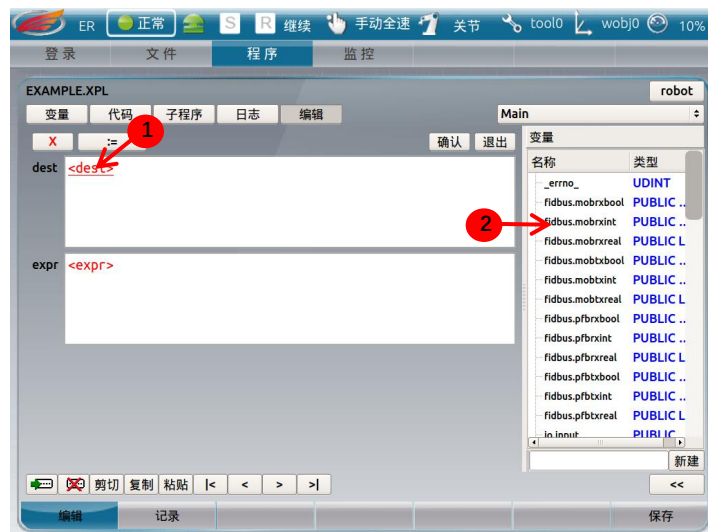
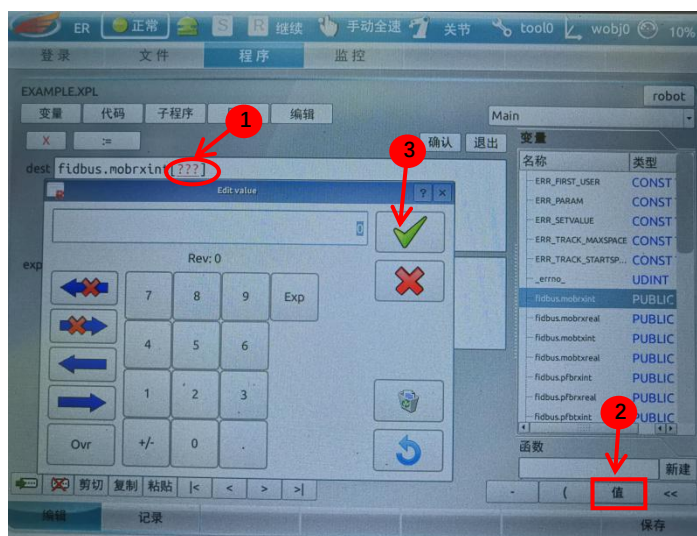

图 10
图 11
1) 单击红色高亮的“<dest>”字样进行被赋值变量选择，如图 10 所示，在右侧弹出候选变量列表中选择添加“fidbus.mobtxint”变量（添加操作与添加指令操作相同），结果如图 11 所示。由于“fidbus.mobtxint”变量为数组变量，因此其后缀为“[???”（图 11 中标记 1），点击右变量列表下面的附加操作按钮中的“值”按钮（图 11 中标记 2），输入“0”，点击确认按钮“√”完成值输入。